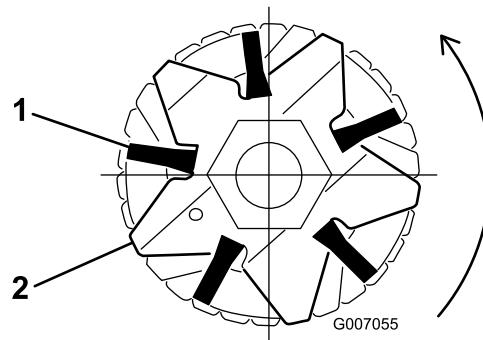
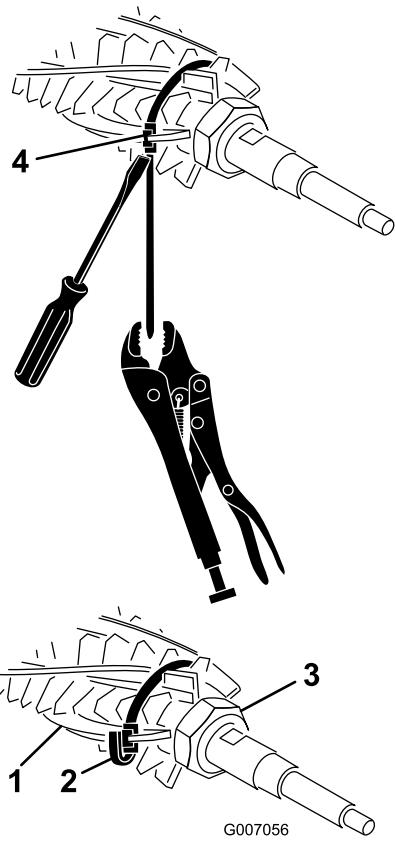

Figura 39
Figura 40
2. Verifique se as escovas estão colocadas nas ranhuras das lâminas do rastelo (Figura 39 e Figura 40).
3. Envolva, sem apertar, as correias, conforme indicado em Figura 40, em torno do eixo e das escovas do cilindro do rastelo inserindo as correias nas ranhuras das escovas Figura 39. Posicione as escovas de forma a que as correias fiquem entre as seguintes lâminas: 1-2, 14-15, 28-29 e 41-42.
aperte os parafusos de retenção das lâminas do rastelo (Figura 40).
4. Quando fizer pressão com uma chave de fendas contra a fivela da correia, fixe a faixa com um alicate e pressione bem as faixas até ficarem presas nas ranhuras das escovas (Figura 40).
1. Escova	3. Porca de retenção (2)
5. Apare a correia até aproximadamente 1/4 pol. da fivela e dobre a correia que sobrar para cima da fivela (Figura 40)